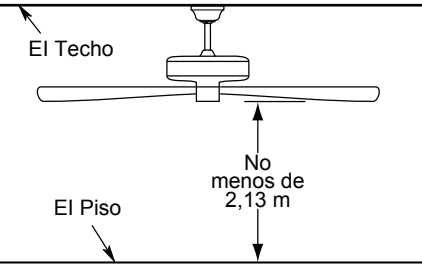

Figura 2
### Uso de perfil profundo (Figura 2)
2. Retire el clip de horquilla y pasador de horquilla de la parte inferior de la bola para colgar. Retener el pasador y clip para la reinstalación en el paso 4. (Figura 2)
Debe colgar el ventilador a una distancia mínima de 2,13 m desde las aspas hasta el piso. (Figura 2)
Para evitar una posible descarga eléctrica, asegúrese de cortar la alimentación eléctrica de la caja de fusibles principal antes de alambrado el ventilador. (Figura 2)
2. Coloque y ajuste firmemente la cubierta para el tornillo de la base sobre los tornillos de reborde de la abrazadera para colgar mediante el mecanismo de seguro por giro del chavetero. (Figura 2)
2. Instale la ensamble de la placa de iluminación en el soporte utilizando las dos ranuras principales de conexión. Vuelva a colocar el tornillo retirados previamente y asegure los tres tronillos. (Figura 2)
2. Restaure la fuente de alimentación de la toma de corriente enciendiendo la electricidad del fusible principal. (Figura 2)